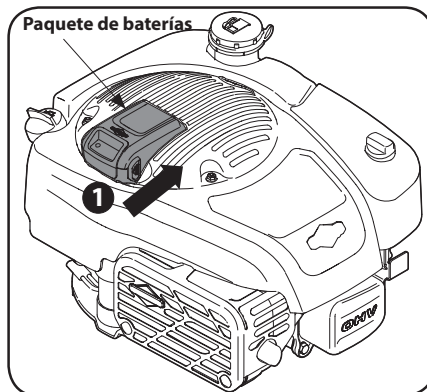

Figura 3-3
1. Verifique la bandeja de la batería en la parte superior del motor para que no hayan residuos y si estuviera sucia límpiela con un cepillo o un paño. Empuje el paquete de la batería dentro de la bandeja de la batería hasta que haga clic en la parte superior del motor. Consulte la Figura 3-3.